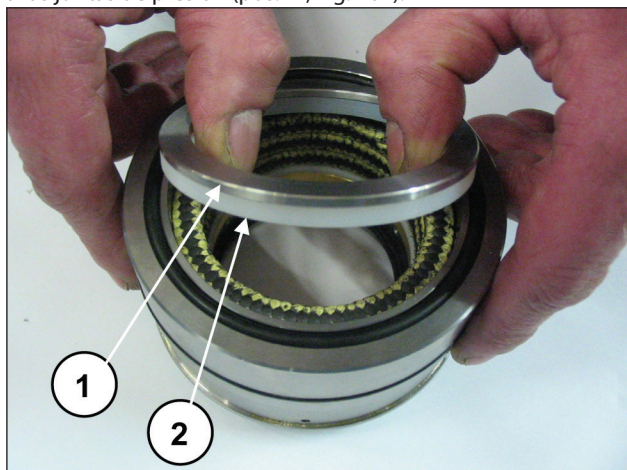
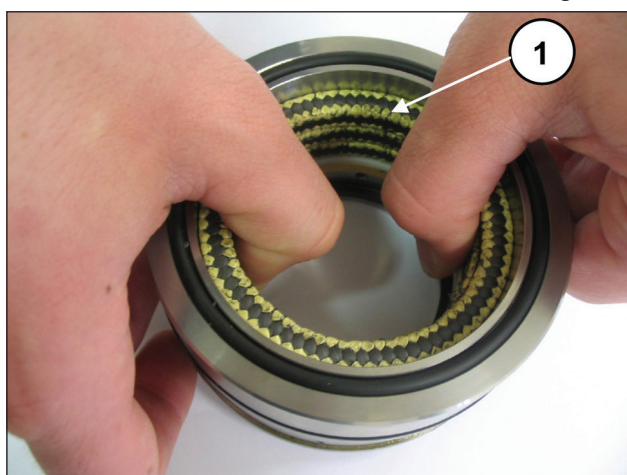

Fig. 166
Fig. 167
Separar el soporte de juntas de la camisa, desmontar la anilla del muelle y la anilla de retén (pos. ①②, Fig. 166) para acceder a las juntas de presión (pos. ①, Fig. 167).